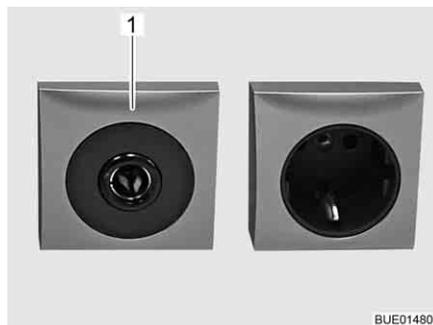

Fig. 103 Caja de enchufe de 12 V/10 A
- ▷ Conectar únicamente aparatos con máximamente 10 A a las cajas de enchufe (Fig. 103,1) de la red de a bordo de 12 V.